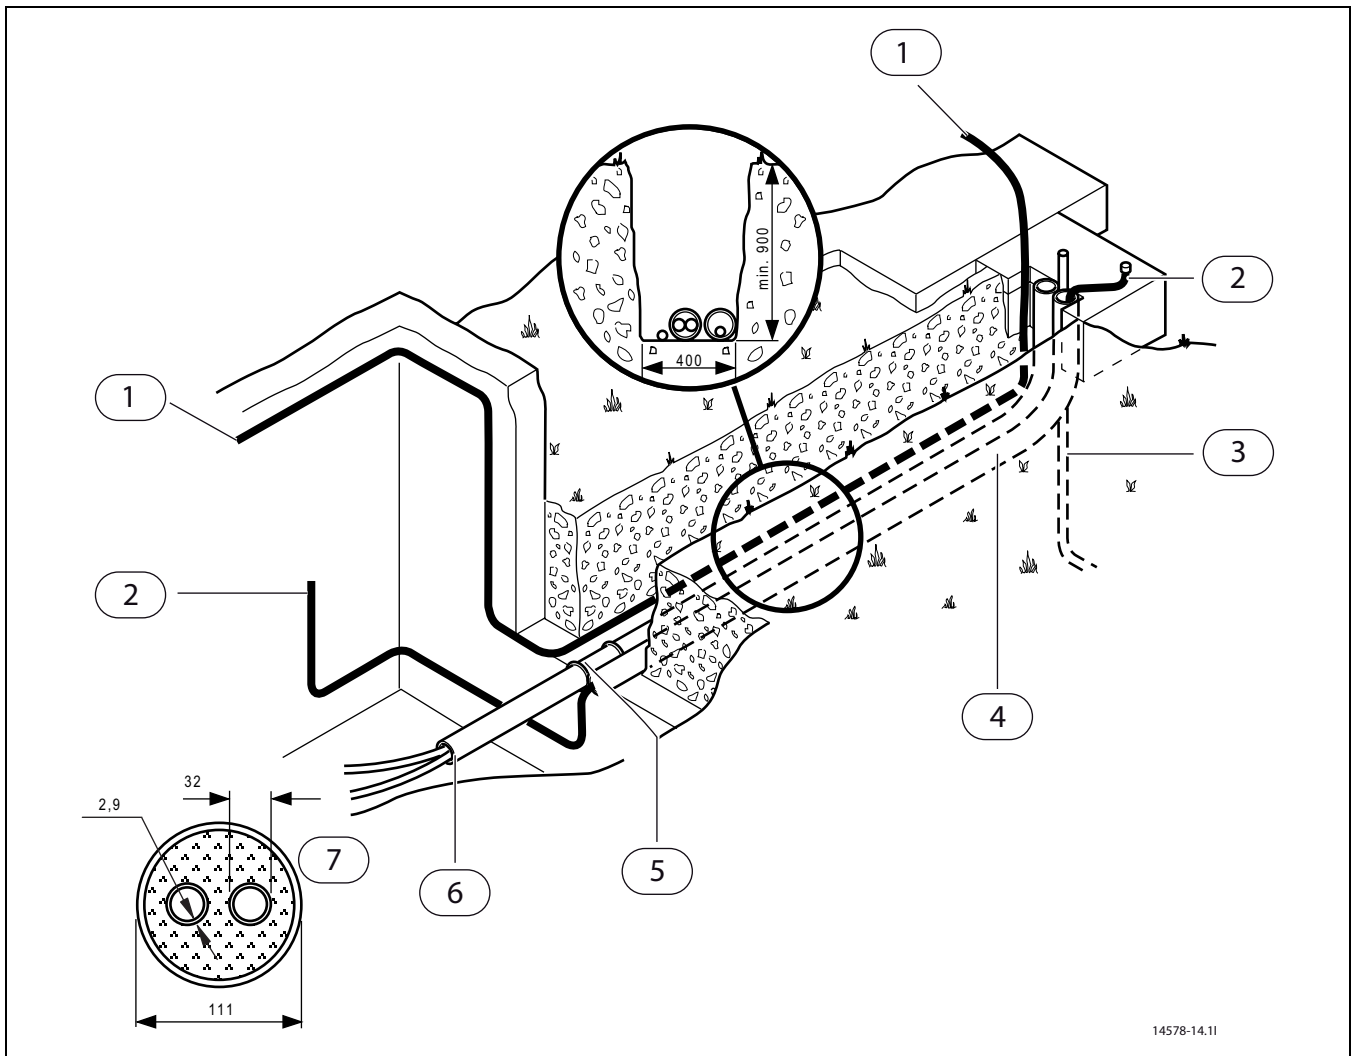

Bild 24 Kulvert
- ▶ Använd PE - rör med diameter 32 mm mellan värmepumpen och kombimodulen (→ Bild 24).